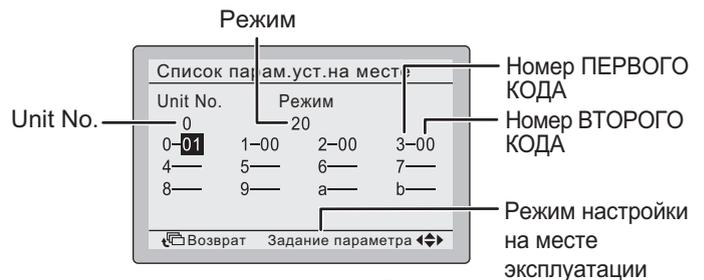

Рис. 30
- После выбора режима задания параметров на месте эксплуатации выберите режим ¹ 12 и установите переключатель номера первого кода в положение "1". Далее установите переключатель номера второго кода в положение "01" с целью выбора ПРИНУДИТЕЛЬНОГО ВЫКЛЮЧЕНИЯ и в "02" для выбора ОПЕРАЦИИ ВКЛЮЧЕНИЯ/ВЫКЛЮЧЕНИЯ. (На предприятии-изготовителе устанавливается ПРИНУДИТЕЛЬНОЕ ВЫКЛЮЧЕНИЕ.) (См. рис. 30)